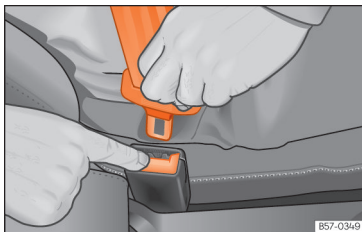

Abb. 25 Schloßzunge vom Gurtschloß lösen.
- Rote Taste im Gurtschloß drücken »» [Abb. 25]. Die Schloßzunge springt heraus.